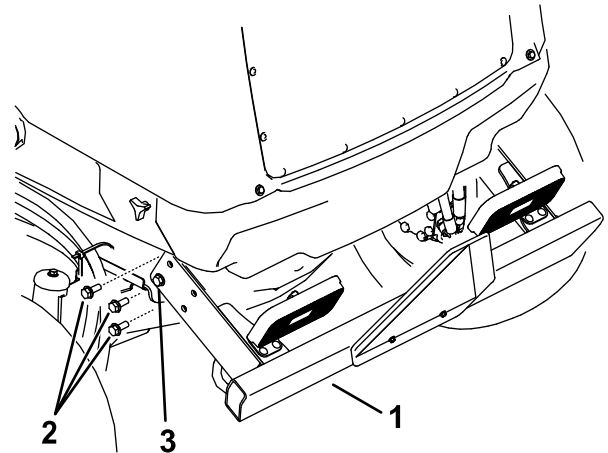

Figura 107
2. Retire los 3 tornillos con arandela prensada de cada lado del parachoques trasero, según se muestra en Figura 107.
que sujetan el parachoques trasero al bastidor (Figura 107).